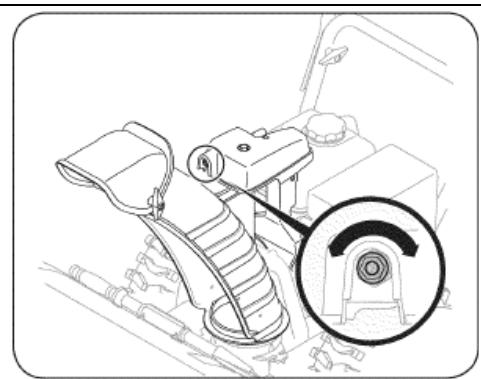

Рис. 23
1. Для увеличения нагрузки поворачивайте шестигранную гайку по часовой стрелке с интервалом $\frac{1}{4}$ оборота. (смотри рисунок 23).